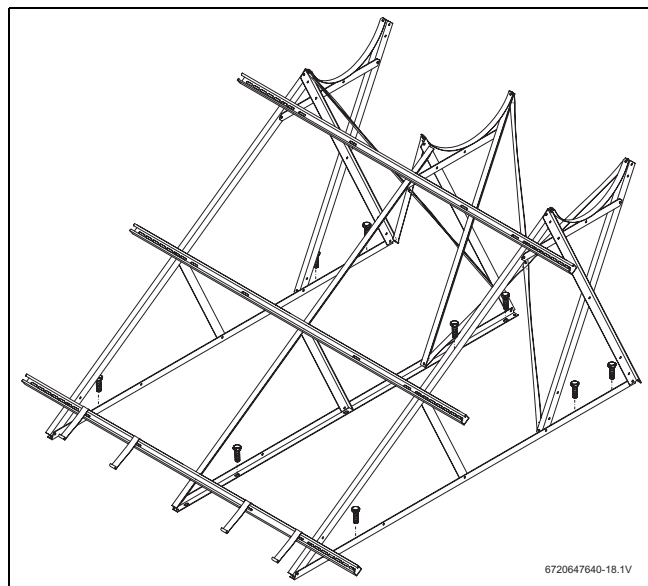

Fig. 26 Connexion au toit pour le système toit terrasse (ici pour système 300 I)
Les rails de support-en bas doivent être fixés au sol à l'aide de trois vis (diamètre central 10 mm) par rail (→ fig. 26).
- Ancrer les rails profilés directement sur le toit (→ fig. 26).